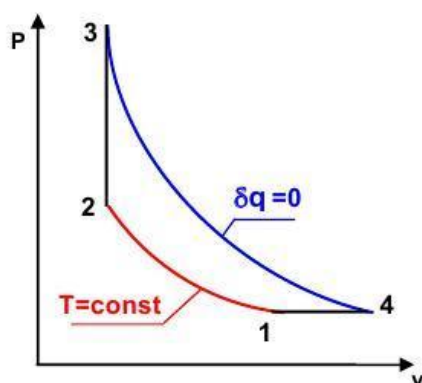

Рис. 3
13. Определить термический КПД и работу цикла, изображенного на рис. 3, если рабочее тело представляет многоатомный идеальный газ с $\mu=29,7 \text{ кг/кмоль}$, а параметры цикла в характерных точках заданы величинами: $P_1=1 \text{ бар}$, $t_1=27^\circ C$, $V_4=0,5 \text{ м}^3$, $V_1/V_2=2$, $P_3/P_2=4$. Сравнить термический КПД этого цикла с КПД цикла